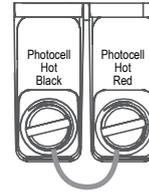

Figure 2 : cavalier
3. Soulevez la façade en plastique (en acier pour le PX-150) de manière à ce qu'elle ne vous gêne pas. Important : Retirez le cavalier rouge situé entre les bornes n° 9 et n° 10 (Figure 2).